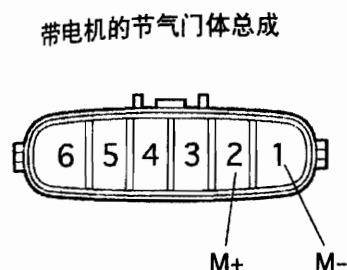

图 2-2-94
脱开节气门控制电机连接器,如图 2-2-94 所示,检测节气门控制电机端子 M+与 M-间的电阻,20℃时为 0.3~100Ω
2. 脱开节气门控制电机连接器,如图 2-2-94 所示,检测节气门控制电机端子 M+与 M-间的电阻,20℃时为 0.3~100Ω